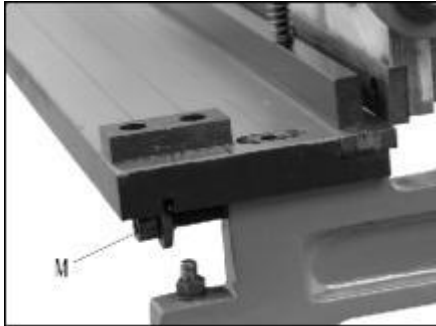

Figuur 7
20. Plaats het werkstuk tegen het geleideblok aan de rechterrاند van de tafel (K, figuur 7). Het uiteinde van het werkstuk moet tegen de geleider liggen bord.